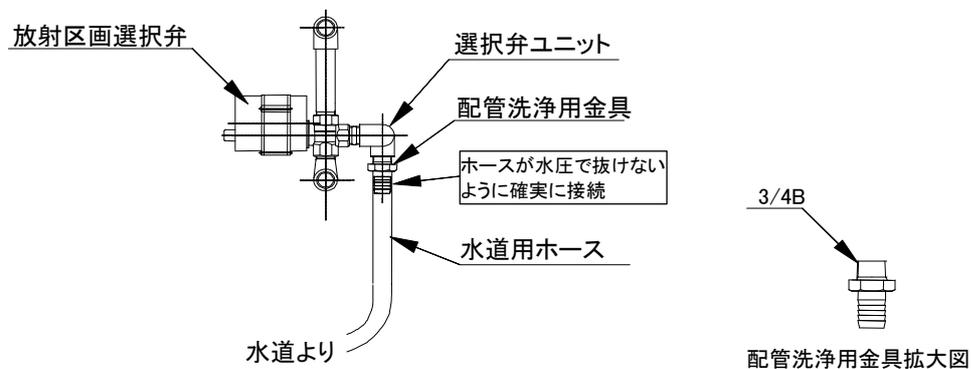

図 28 配管洗浄方法詳細図
- (3) アダプタを選択弁ユニットから外します。
- (4) アダプタが取付けてあった箇所にホースジョイント等の水道用ホースが接続出来る金具を取り付けます（選択弁ユニットの呼び径は 20A です）。
- (5) 取付けたホースジョイントと水道用ホースを接続します。水道用ホースが抜けない様にホースバンドなどで縛って下さい（図 28 参照）。
- (6) 泡放射を行った配管の放射区画選択弁を開にし、水道から水を送って洗浄を行います。